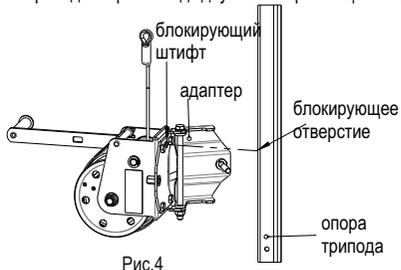

Рис.4
- Откройте держатель (рис. 4).